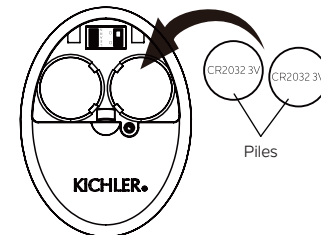

Fig. 29
**Étape 2.** Pour rendre le ventilateur opérationnel, installez deux piles 3V CR2032 (incluses). Les piles doivent être installées avec le côté positif (+) vers le haut. Remplacez-les par des piles CR2032 si nécessaire. (Fig. 29)